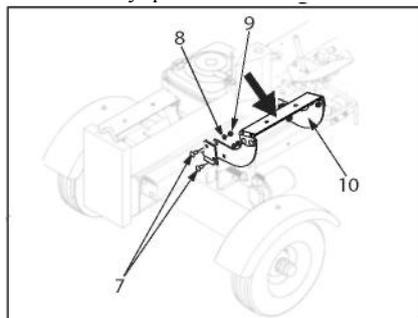

Рис. 8
- Снимите подпорку (10) с направляющей колонны, со стороны клапана управления. Рис. 8